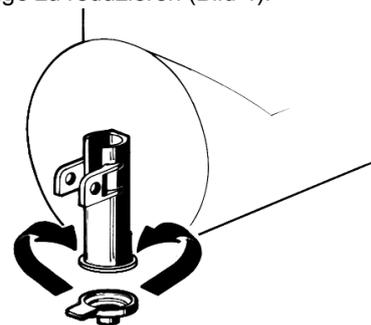

Bild 4
**10 Drosselklappe:** Bei Verwendung des Dispensers zur Kühlung von Getränken wird empfohlen, auf dem Hahn die zur Ausstattung gehörende Drosselklappe zu installieren und somit die Ausgabemenge zu reduzieren (Bild 4).